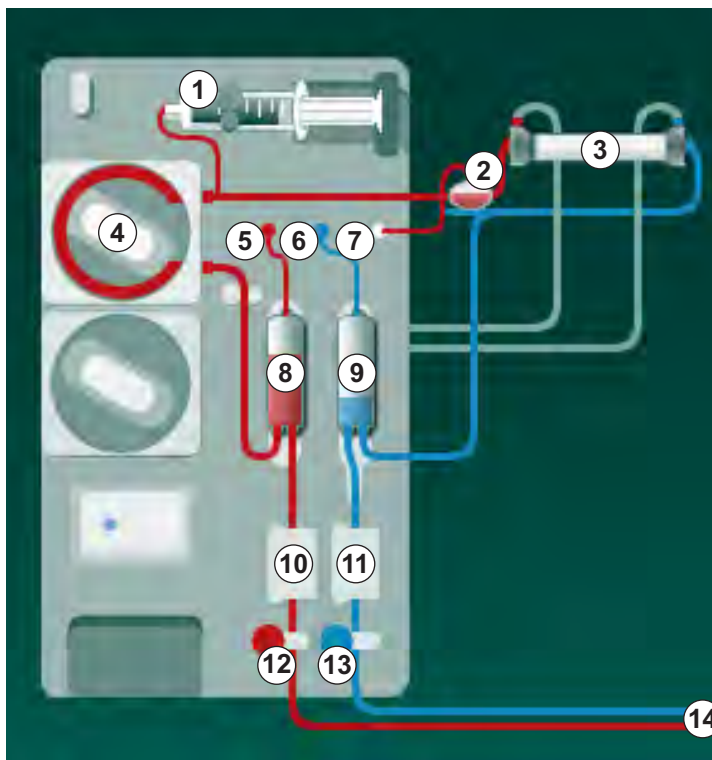

Fig. 9-3 Inserimento del sistema di linee ematiche - ago singolo cross over
1. Fissare il dializzatore (Fig. 9-3, ③) nel supporto (vedere sezione 5.6 Collegamento del dializzatore (95)).
- 5 Sensore pressione arteriosa (PA)
- 6 Sensore pressione venosa (PV)